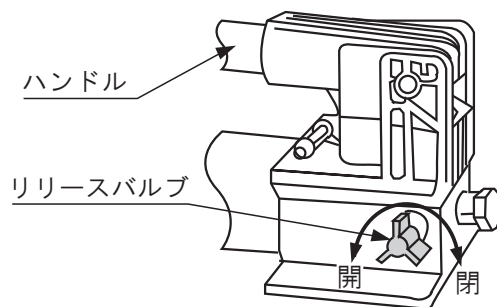

図1
1. 図1のようにリリースバルブを(閉)の方向に回すと作動油が吐出します。